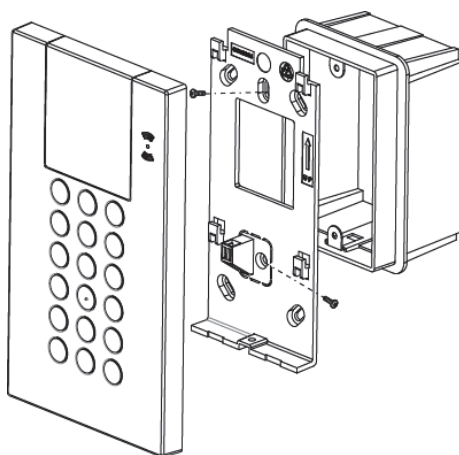

Figura 6
2. Fissare la staffa sulla scatola di derivazione utilizzando le due viti come illustrato in Figura 6